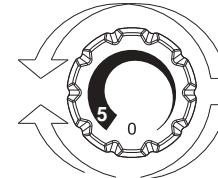

Abb. 2
- Die Temperaturinstellung beider Fächer erfolgt durch Drehen des Stellrings (Abb. 2).